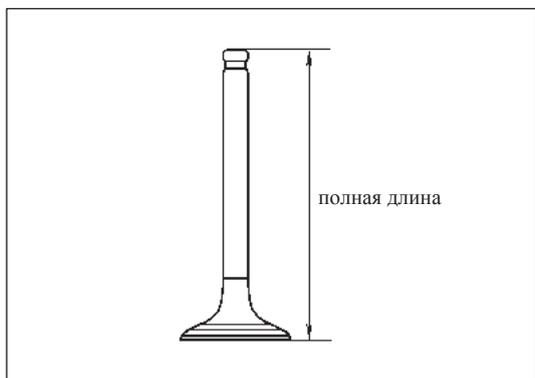

Рис. 12-3-17. Проверка полной длины клапана
- в) Проверить полную длину клапана, как изображено на рис. 12-3-17.